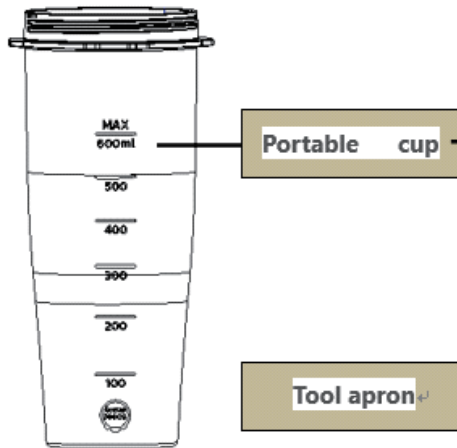

FIG 2
1.Unscrew the lid or tool apron. (FIG 2)